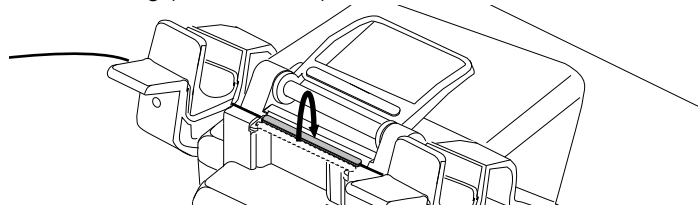

Abbildung 44
- c) Falten Sie die vordere Hälfte des Spleißschutzes über die Spleißverbindung (siehe Abb. 44).